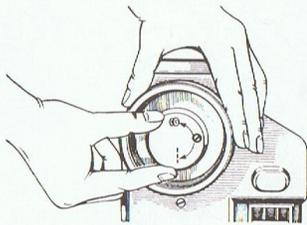

Abb. 3
(Abb. 3, 4 und 5)
Handrad (13) mit der linken Hand festhalten und mit der rechten Hand Handradauslöseschraube (12) in Pfeilrichtung Symbol Spule drehen (Abb. 3). Nähwerk ist ausgeschaltet. Zum Einschalten Auslöseschraube in Pfeilrichtung Symbol Geradstichnaht festdrehen.